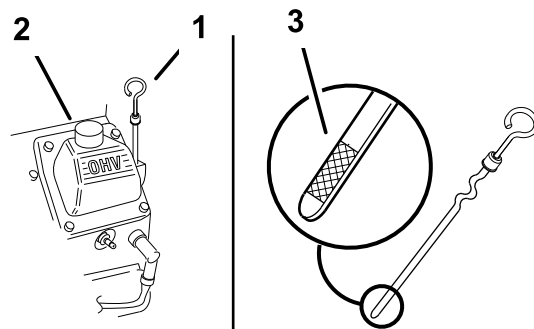

图16
- 清洁量油尺周围的区域 图16 防止灰尘落入注油孔并损坏发动机。
- 取出量油尺擦拭干净然后完全安装到位 图16。
- 取出量油尺并检查量油尺上的机油油位。油位应到达量油尺金属端的“已满”标记处 图16。
- 如果油位低于“已满”标记应取下加油管盖 图16 添加机油直至油位达到量油尺上的“已满”标记。切勿过量添加。